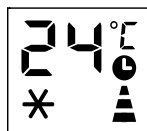

Fig. 5
- Cuando el aparato esté en marcha, presione el botón , la pantalla mostrará las horas, y varios iconos parpadeando juntos. (Fig. 5)